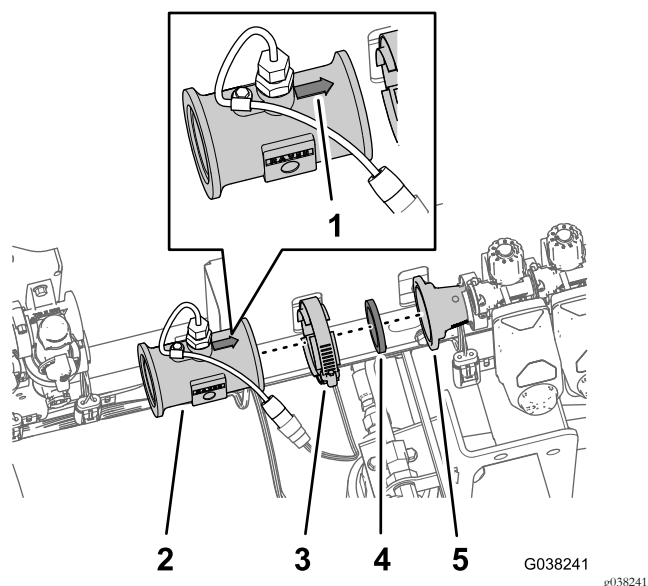

图53
1. 将流量表与左喷洒阀的异径管适配器对齐使流量表箭头向右图53。
2. 使用在 从阀门歧管卸下流量表 (页码 9) 的步骤 2 和 3 中卸下的垫片和法兰夹具将流量表安装到异径管适配器上图53。